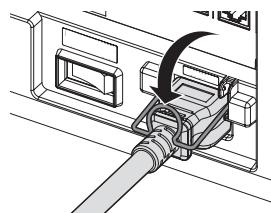

Abb. 3
- Senken Sie die Netzkabelhalterung. (Abb. 3)